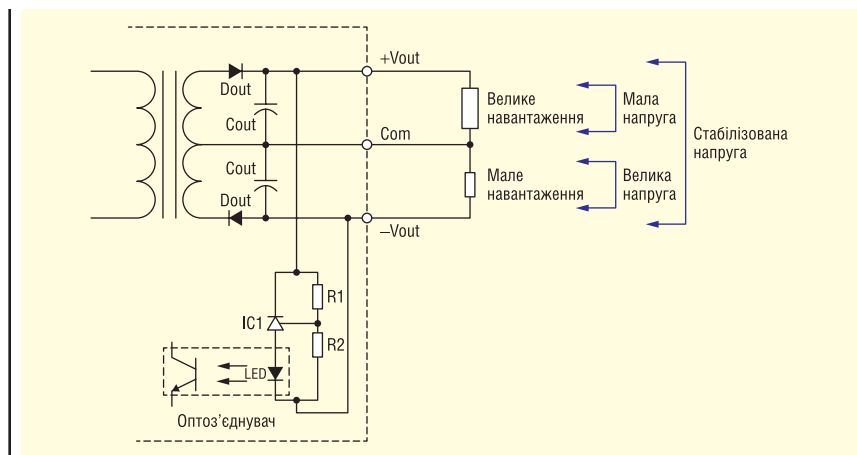

Рис. 6. Несиметричне навантаження (стабілізація загальної напруги між +Ve і -Ve)
- або стабілізується розмах між позитивною і негативною напругою, а нульовий вивід залишається не задіяним (рис. 6);